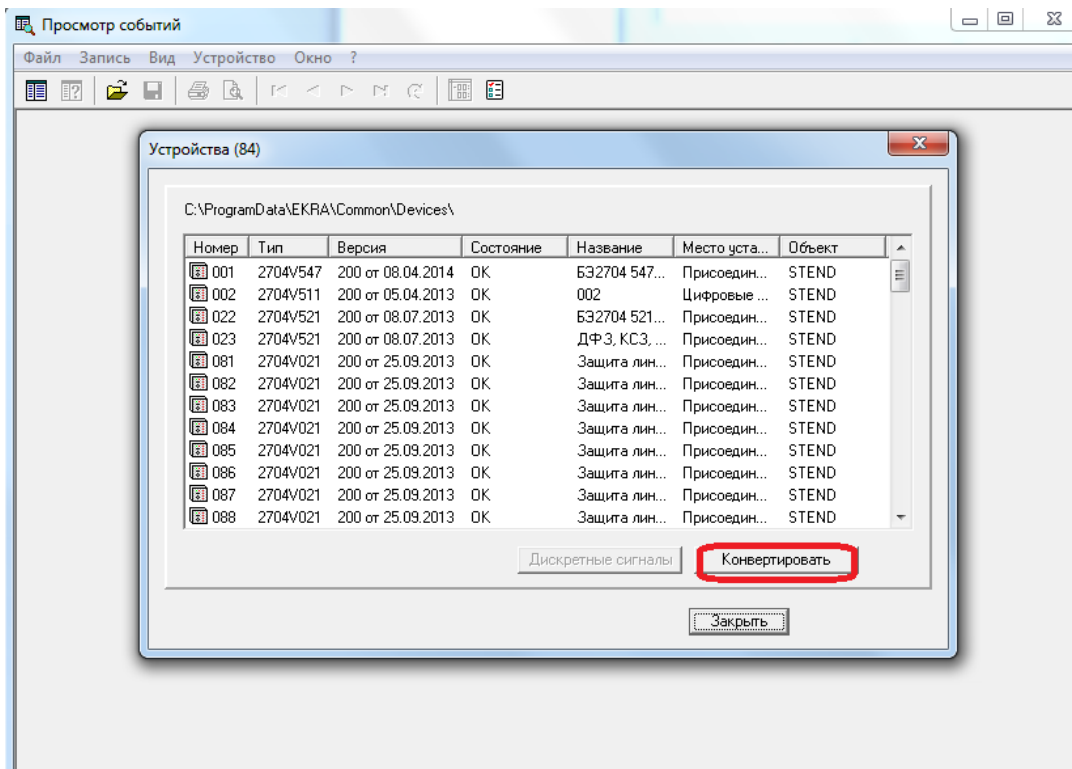

Рисунок 2.116
- выполнить конвертацию файлов конфигурации терминалов БЭ2704 и БЭ2502 в базу данных кодов событий при помощи программы **Просмотр событий**. Для этого запустить программу **Просмотр событий** из меню **Пуск**, затем в меню **Устройства** выбрать пункт **Список устройств**. В появившемся окне нажать кнопку **Конвертировать** (рисунок 2.116);